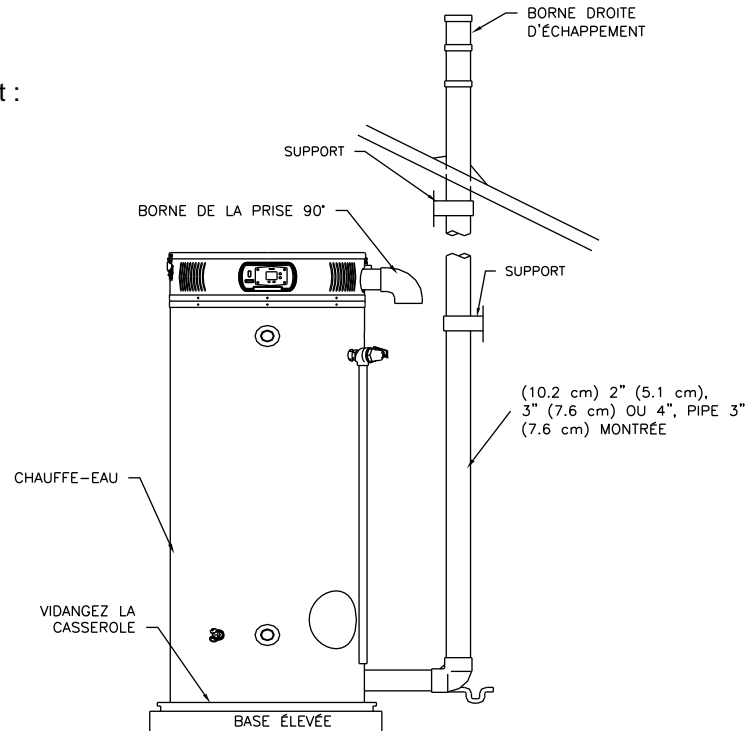

Figure 16 - Installation d'un système de ventilation forcée vertical typique
2. Installez les tuyaux d'évacuation et d'admission d'air en plastique comme illustré à la Figure 16. Assurez-vous que l'installation est conforme aux codes locaux et / ou au National Fuel Gas Code ANSI Z223.1 (dernière édition) ou au code d'installation CGA / CAN B149.